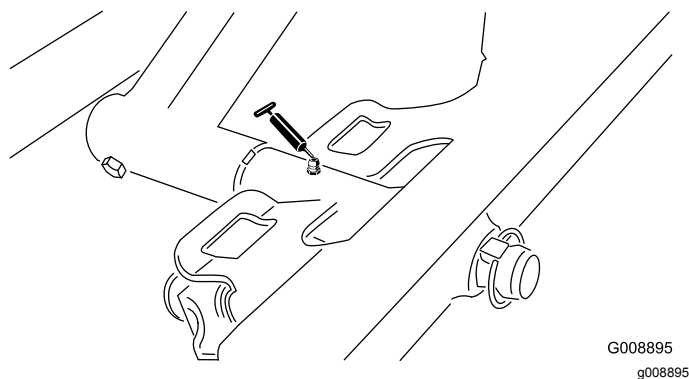

Figure 50
- Pivot de plateau de coupe avant (Figure 50)